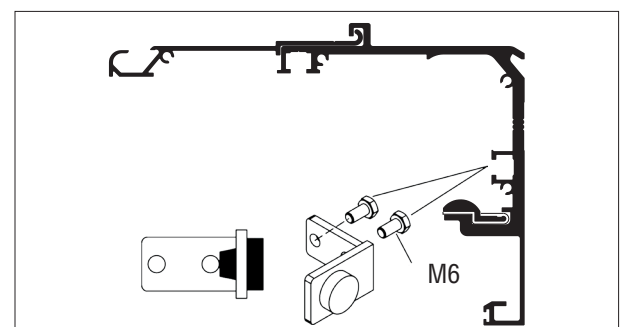

Рис. 9
1. Установите два (один) стопора в двустворчатой (одностворчатой) двери по краю несущего профиля в паз над рельсом (рис. 9).